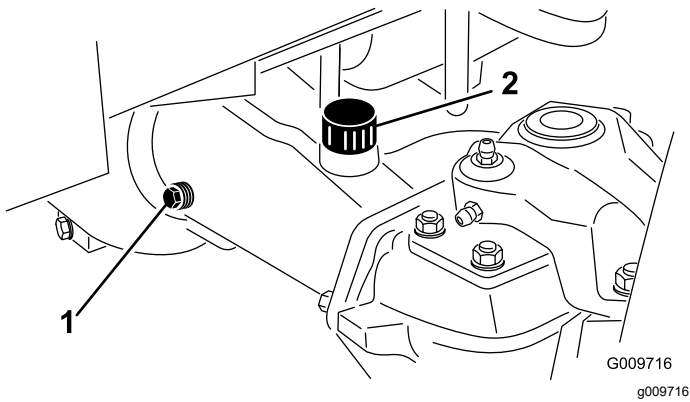

Figura 72
2. Retire un tapón de verificación de un extremo del eje y asegúrese de que el lubricante llega al borde inferior del orificio (**Figura 72**).